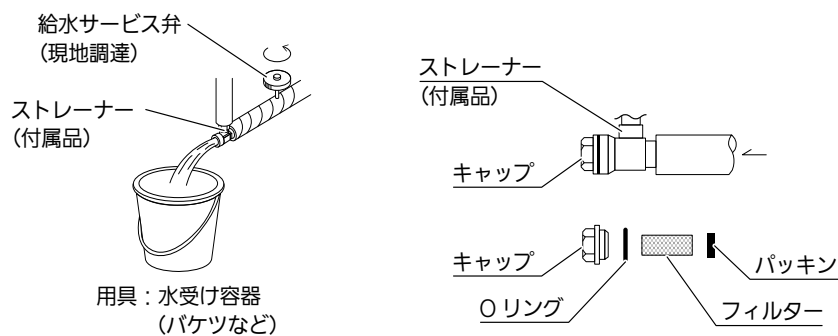

図 19
- ストレーナー（付属品）からフラッシングする方法（図 19 参照）